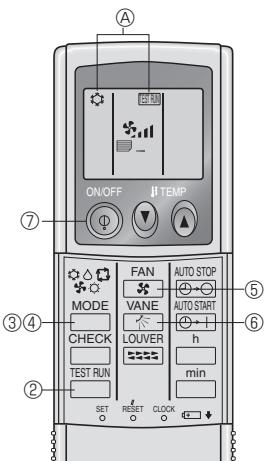

Fig. 7-5
7.2.2. Verwendung der drahtlosen Fernbedienung (Fig. 7-5)
- ① Mindestens 12 Stunden vor dem Testlauf den Netzstrom einschalten.
- ② Die -Taste zweimal kurz nacheinander drücken.